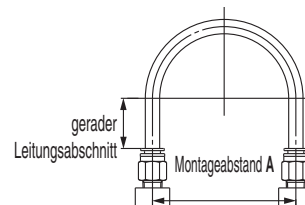

Abb. 1 Empfohlene Leitungsverlegung
- Achten Sie beim Anschluss der Leitung an die Steckverbindung, dass der Schlauch ausreichend lang ist und locker verlegt wird. Beachten Sie dabei die empfohlenen Bedingungen für die Leitungsverlegung in Abb. 1.